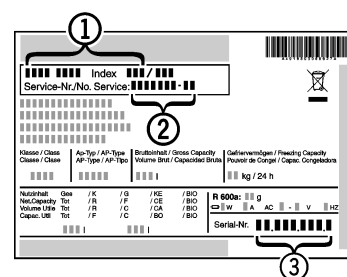

Fig. 6
- ▶ Consulter la désignation de l'appareil *Fig. 6 (1)*, le n° S.A.V. *Fig. 6 (2)* et le n° de série *Fig. 6 (3)* sur la plaquette signalétique. La plaquette signalétique se trouve à l'intérieur de l'appareil, sur le côté gauche.
- ▶ Informer le service après-vente et lui indiquer le dysfonctionnement, la désignation de l'appareil *Fig. 6 (1)*, le n° S.A.V. *Fig. 6 (2)* et le n° de série *Fig. 6 (3)*.